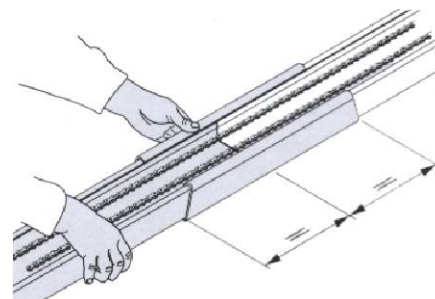

рис.9
- Расположите соединительную деталь между 2-х полуреек, как показано на рис. 9.